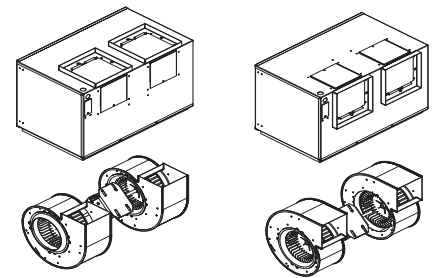

Figure 6 — Rotation du refoulement
- Pour passer d'une décharge horizontal à verticale, déposer les deux vis de fixation de la soufflante puis extraire la soufflante hors du caisson. Tourner la soufflante de 180 degrés et la remettre dans le caisson. Utiliser les mêmes vis pour rattacher la soufflante dans le caisson. Retourner le caisson et déposer les quatre vis de fixation de l'ensemble gaine de refoulement et registre. Échanger cet ensemble avec la plaque fixée sur le dessus du caisson (Figure 6).